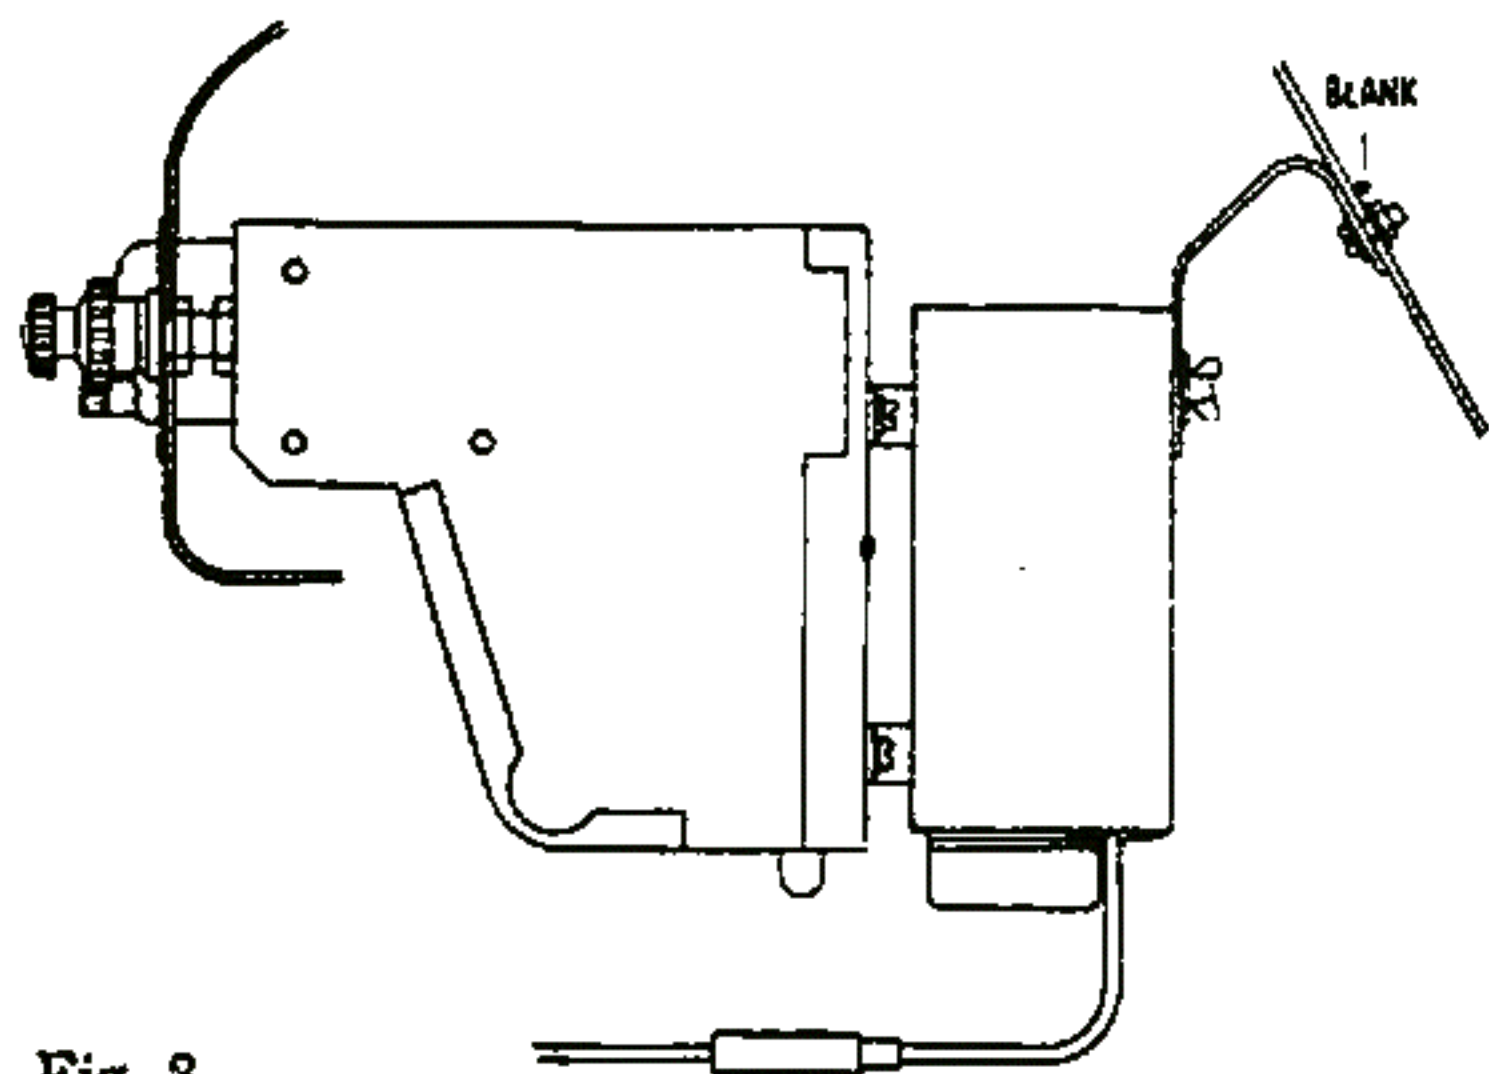

Fig. 3
i. Bevestig vervolgens de aan zakje (D) gebonden steunstrip B, die naar behoefte verkort en/of vervormd kan worden, enerzijds met behulp van de vleugelbout, sluitring en veerring (zakje D) aan het apparaat, anderzijds met een bout tegen de scheidingswand.
1. Met schuine zijde naar beneden (zie fig. 3).